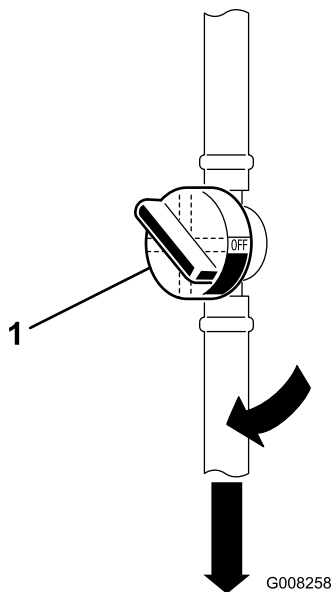

Figura 9
- Abra la válvula de cierre de combustible que se encuentra entre el depósito de combustible y el motor (Figura 9).